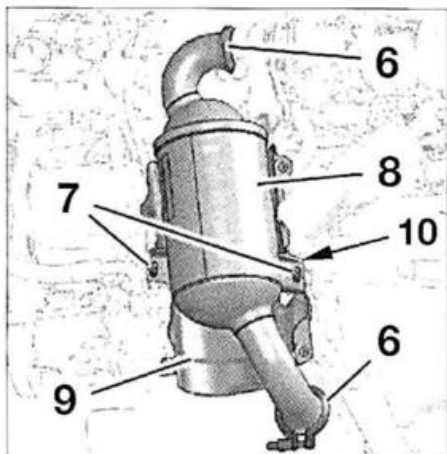

FIG. 42
- las abrazaderas de fijación (6) en el turbocompresor y en el tubo de escape (fig. 42).
- las tuercas de fijaciones de brida (7).
- el catalizador y filtro de partículas, según equipo (8)
- la pantalla térmica trasera (9).
- la brida de sujeción (10).